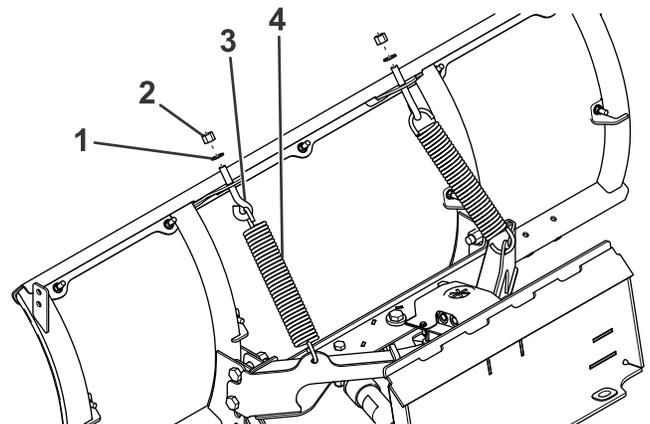

Figura 5
4. Enganche los 2 muelles de seguridad a través de los orificios del bastidor de empuje (Figura 5)
5. Enganche el otro extremo de los muelles de seguridad en los 2 cáncamos (Figura 5).
6. Inserte el extremo roscado de los cáncamos a través de los orificios de la pala del quitanieves, y sujételos con arandelas (1/2") y 2 contratuercas de nylon (Figura 5).